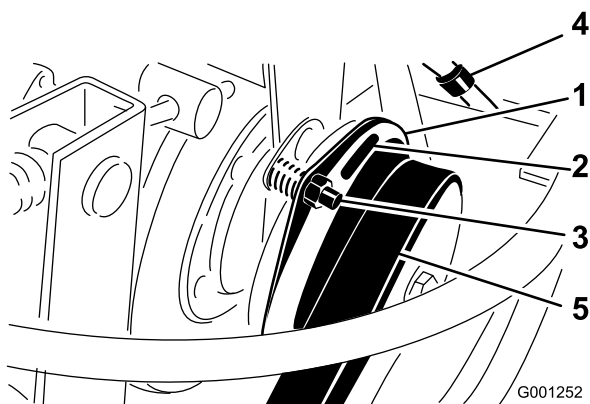

Figura 65
3. Ajuste el entrehierro hasta que pueda deslizar una galga de 0,381 mm entre la guarnición del embrague y la placa de fricción con una ligera presión (Figura 65). El entrehierro puede reducirse girando la tuerca de ajuste en el sentido de las agujas del reloj (Figura 65). El entrehierro máximo es de 0,762 mm. Ajuste las tres distancias entre los electrodos.